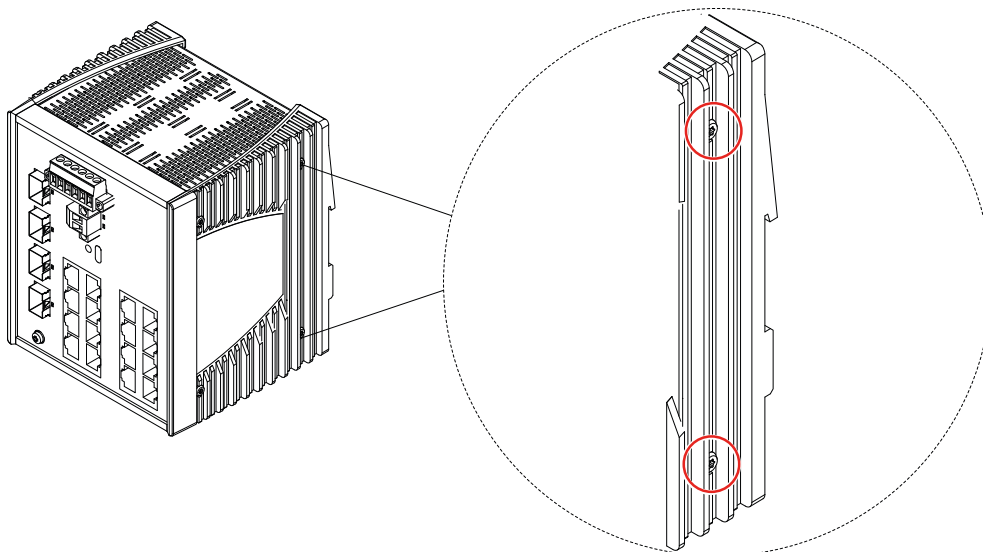

Abb. 1: Position der hinteren Schrauben am Gehäuse
- Entfernen Sie jeweils auf der linken und auf der rechten Seite des Gerätes die 2 hinteren Schrauben am Gehäuse (siehe Abbildung 1).
Anmerkung: Wenn die Wandmontagehalterungen nicht mehr verwendet werden, muss das Gerätegehäuse an den Seitenteilen wieder verschraubt werden. Verwenden Sie dafür die ursprünglichen Gehäuse-schrauben, die Sie im ersten Schritt der Montage entfernt haben (siehe Abbildung 1), oder M3x10-Schrauben.